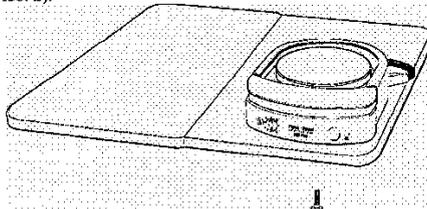

Abb. 2 Anbringung des HC150.
2. Sichern Sie den HC150 mit den beiden mit der Halterung mitgelieferten Schrauben (siehe Abb. 2).